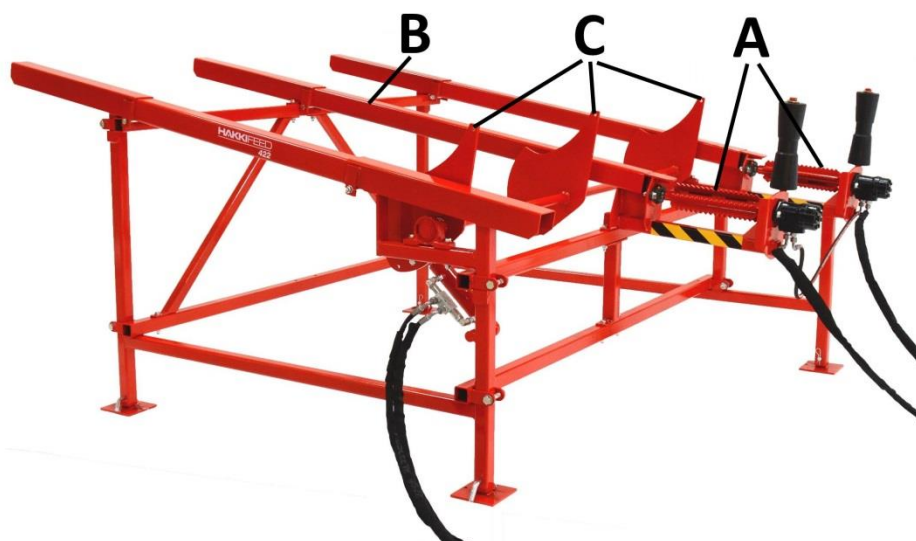

Bild 2. Maskinens huvuddelar
2. Använd matarvalsarna A (Bild 2) när de är tomma och kontrollera att de roterar obehindrat och åt rätt håll.